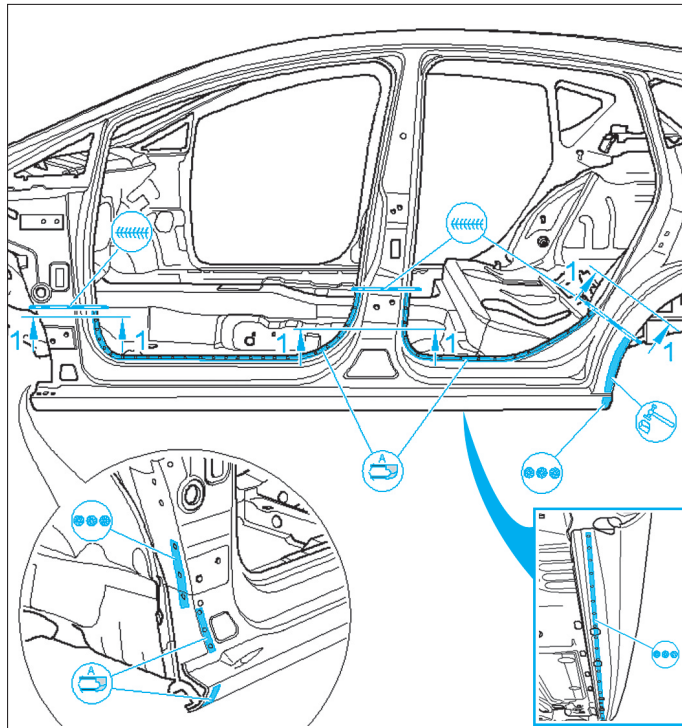

FIG. 43
- Effectuer les soudures correspondantes (Fig.43).